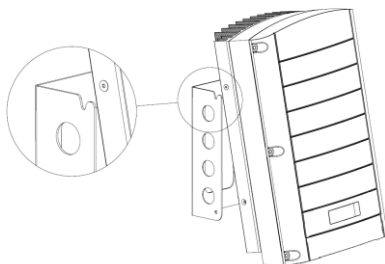
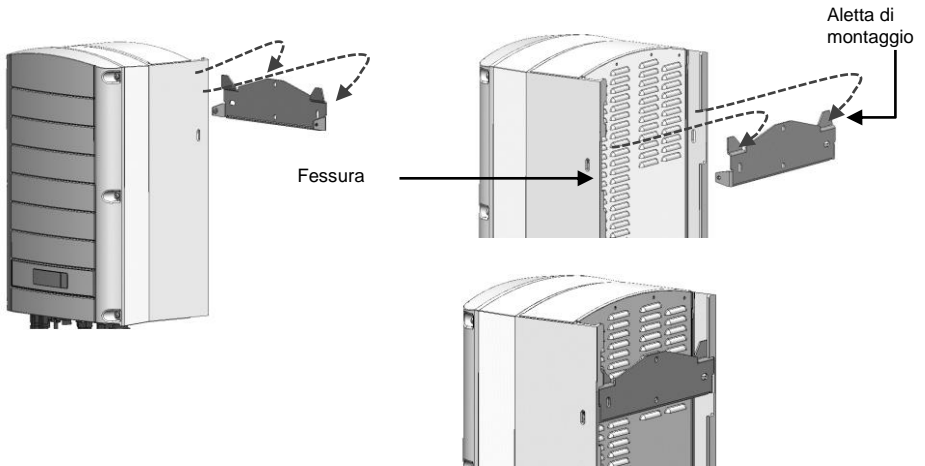

Figura 7: Appendere l'inverter alla staffa – Tipo 1
Figura 8: Appendere l'inverter sulla staffa – Tipo 2
- 3** Appendere l'inverter alla staffa (Figura 7 e Figura 8): sollevare l'inverter dai lati o sostenerlo afferrandolo nella parte superiore e inferiore per sollevare e posizionare l'unità.